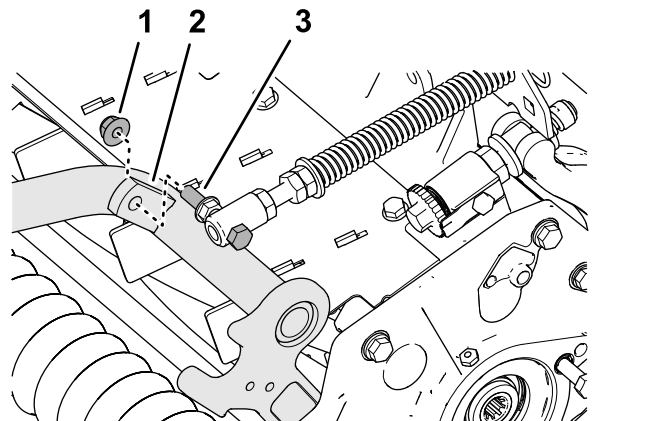

Bild 9
4. Montieren Sie die Kopfschraube der Rasenkompensierungsfeder an der rechten Lasche des Trägersrahmens (**Bild 9**) mit der Sicherungsbundmutter ($\frac{3}{8}$ ").